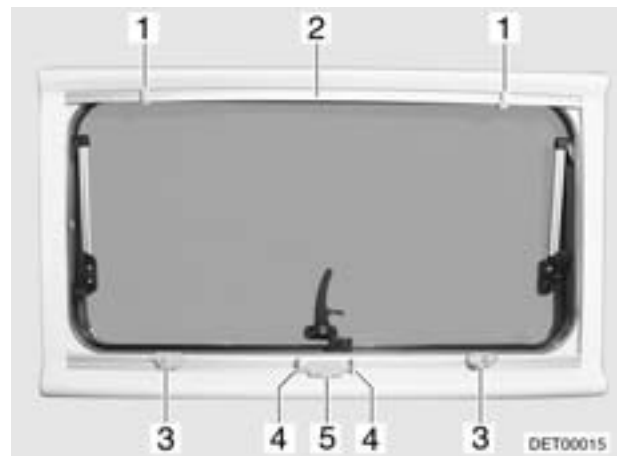

Bild 42 Ausstellfenster (Variante 2)
- Griff (Bild 42,4) zusammendrücken, das Verdunklungsrollo (Bild 42,5) von unten nach oben bis zur gewünschten Raststellung ziehen.
- Griff (Bild 42,4) zusammendrücken und Verdunklungsrollo (Bild 42,5) zurückführen.
- Insektenschutzrollo (Bild 42,2) nach unten ziehen, bis es am Verdunklungsrollo (Bild 42,5) anstößt.
- Die Verschlussriegel (Bild 42,1) in die Verriegelung (Bild 42,3) einrasten.
- Beide Verriegelungen (Bild 42,3) gleichzeitig lösen.